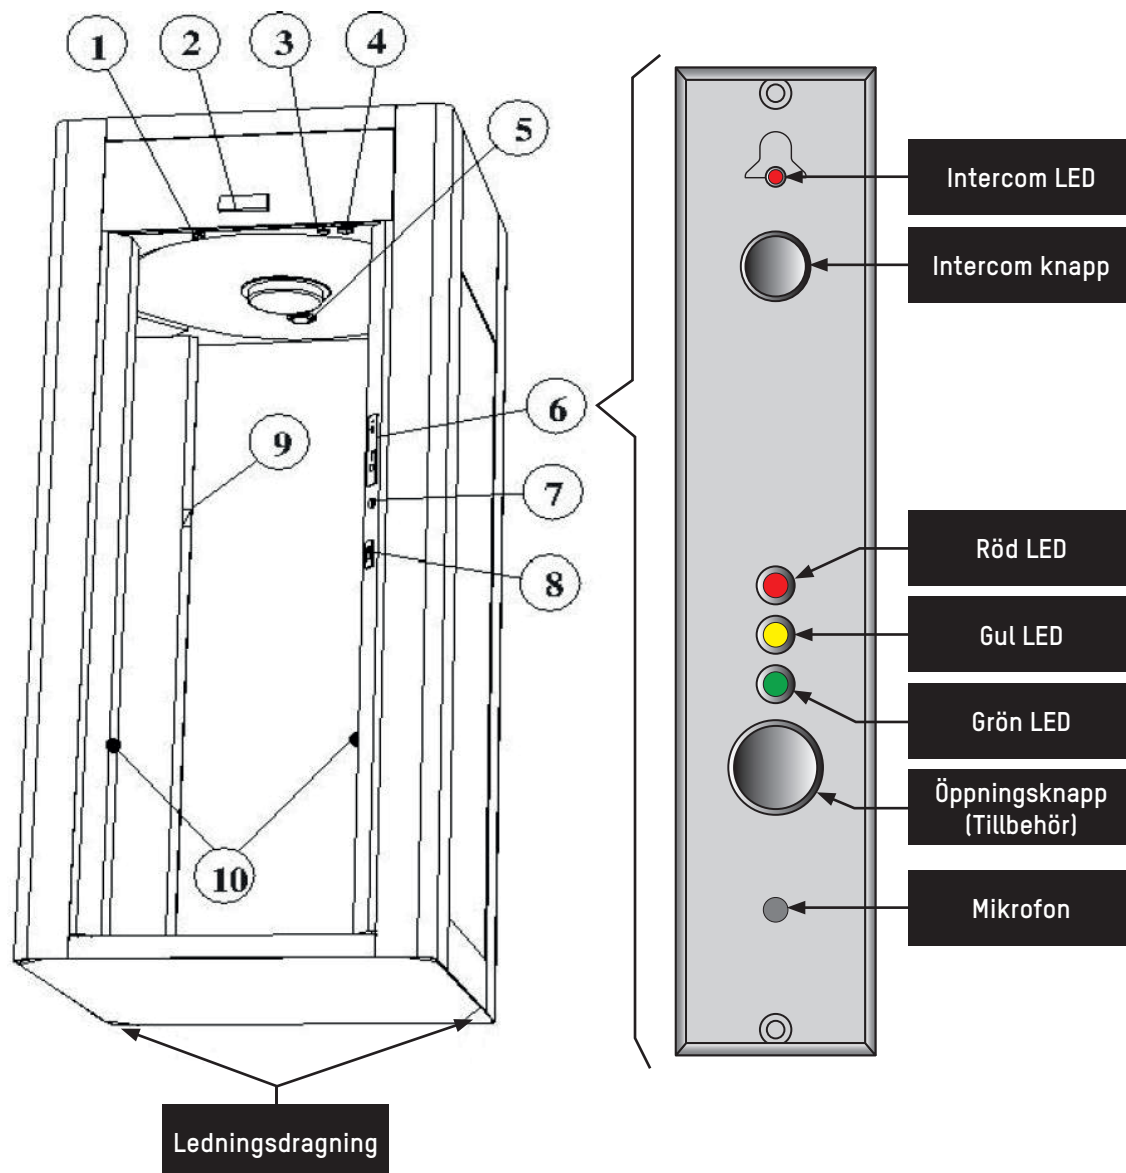

Fig. 2 - Vy utifrån
Säkerhetsslussen kan slås på och av med den mekaniska nyckel som finns på ovasidan av båssets utsida (⇒ Fig. 2).
1. Tryck på knappen (part 1, Fig. 2, sid 11) vid sidan av passagerarutrymmet och vänta på att dörren öppnas